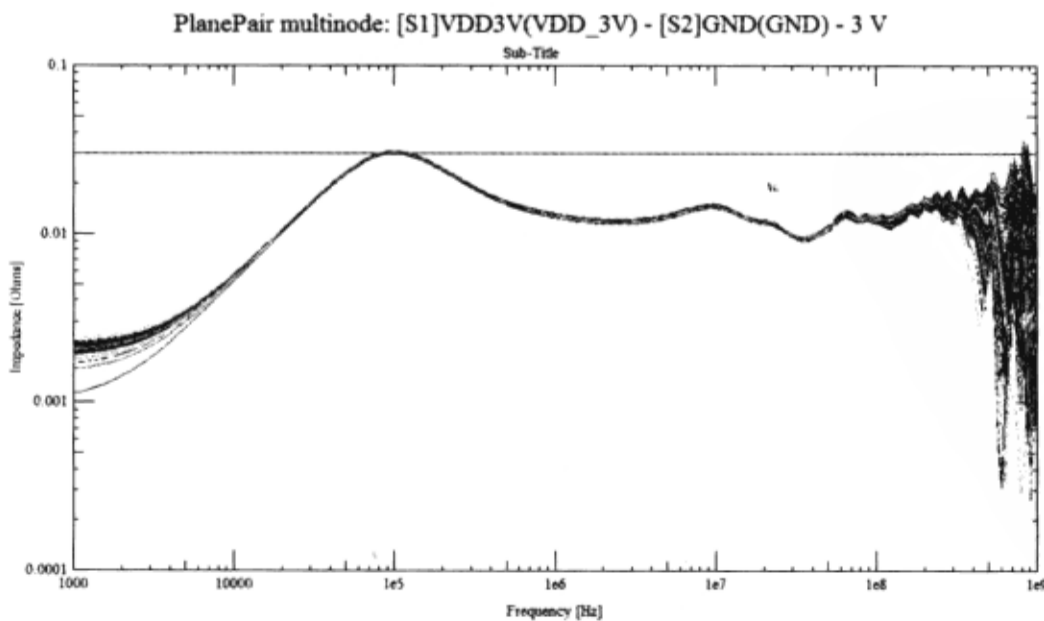

图 9-7-55 多节点仿真结果
(6) 在“Power Integrity Design & Analysis”对话框中单击“Multi-Node Simulation”按钮，此时还没有命令电源完整性工具为仿真计算贴装电感值，就进行了多节点分析，并在 SigWave 窗口当中显示了仿真结果（因为所要显示的曲线很多，所以需要在窗口左边对曲线的显示进行设置，在要显示的曲线上单击鼠标右键，选择“Display”），如图 9-7-55 所示。在图 9-7-55 中可以看出，如果在分析中添加平面电容电感估计，就会在波形仿真结果中产